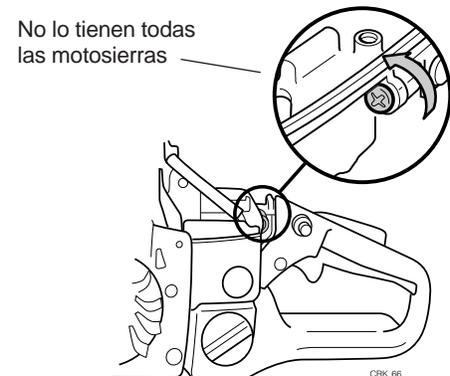

Figura 8.8 Ubicación del tornillo trasero del cárter
Paso 7. Extraiga los tornillos phillips del cárter de la parte trasera del cárter (sólo en los Modelos 300,300S,377 y 488). Ver figura 8.8 y la Tabla de más abajo.